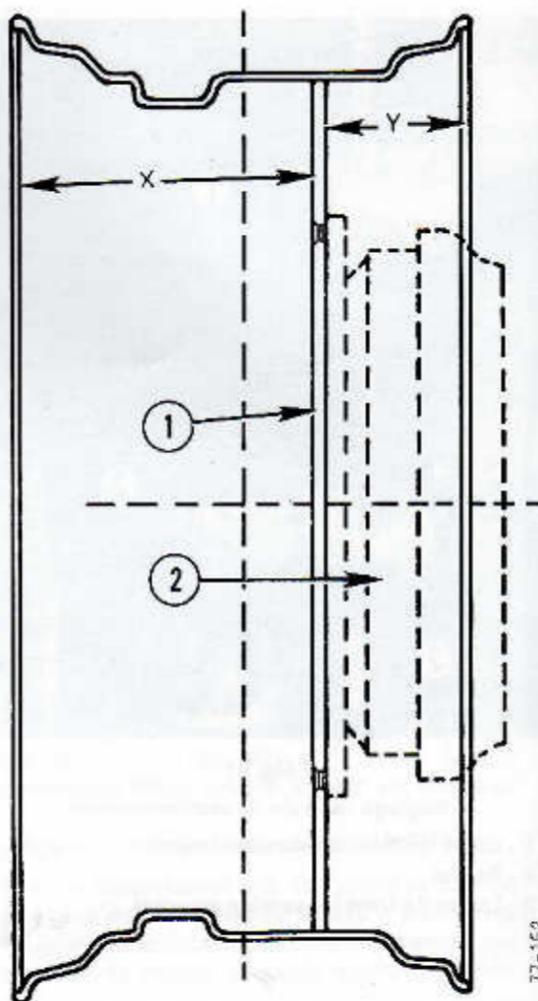

Fig. 96
**Roues avec voile intérieur ou extérieur (fig. 96)**
Les voiles des roues sont extérieurs quand la grande dimension « X » (entre la plaque de moyeu 1 et l'extérieur de la roue) est à l'extérieur (fig. 96), la petite dimension « Y » est du côté de la machine.